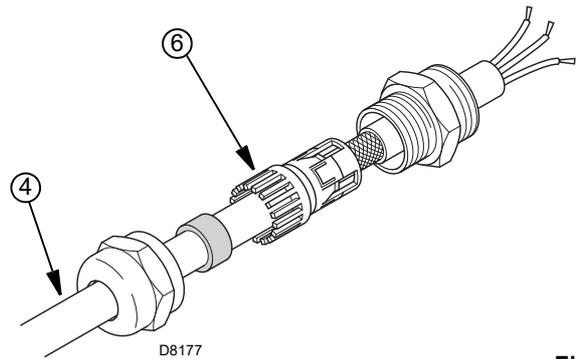

Fig. 25
- Effectuer le blindage du câble 4) provenant du VSD (Inverter) comme illustré sur la Fig. 25, en utilisant le raccord 6) ;